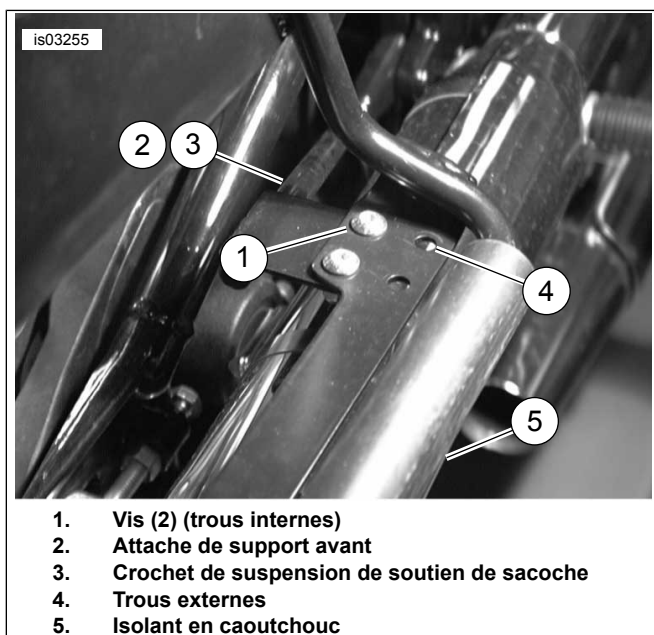

Figure 11. Installer l'attache de support avant sur le crochet de suspension de soutien de sacoche
Voir Figure 11. Si la visserie d'ancrage est installée, utiliser les deux trous intérieurs (1) pour monter l'attache de support avant (2) au crochet de suspension de soutien de sacoche (3). Si la visserie d'ancrage n'est pas installée, utiliser les deux trous extérieurs (4).